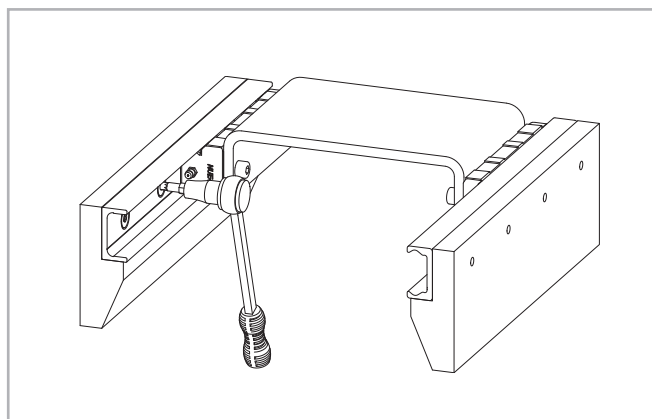

Abb. 113
- (5) Ziehen Sie die mittleren Befestigungsschrauben der Schiene mit dem vorgeschriebenen Moment an (s. Abb. 113).